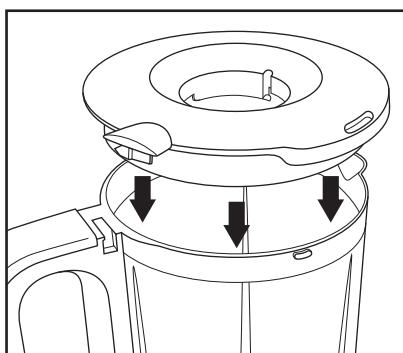
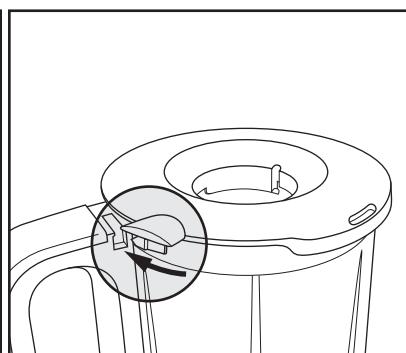

Fig. 3
Fig. 4
- 1) Placez le mixeur sur le bloc moteur ⑯, de manière à ce que la flèche ▼ située sur le support avec la lame du couteau ⑨ pointe sur le symbole .
- 3) Placez le couvercle mixeur ⑥ du mixeur sur le bol mixeur ⑦, de manière à ce que la lèvre du couvercle mixeur ⑥ arrive exactement sur la poignée du bol mixeur ⑦ (Fig. 3). Veillez à positionner la lèvre exactement sur le côté près de la poignée vers lequel la coulisse de la poignée est ouverte. Tournez le couvercle mixeur ⑥ dans le sens des aiguilles d'une montre de manière à ce que le verrouillage du couvercle mixeur ⑥ entre dans la coulisse de la poignée du bol mixeur ⑦ (Fig. 4). Ce faisant, appuyez un peu la lèvre vers le bas pour garantir que les verrouillages s'enclenchent dans la fente.